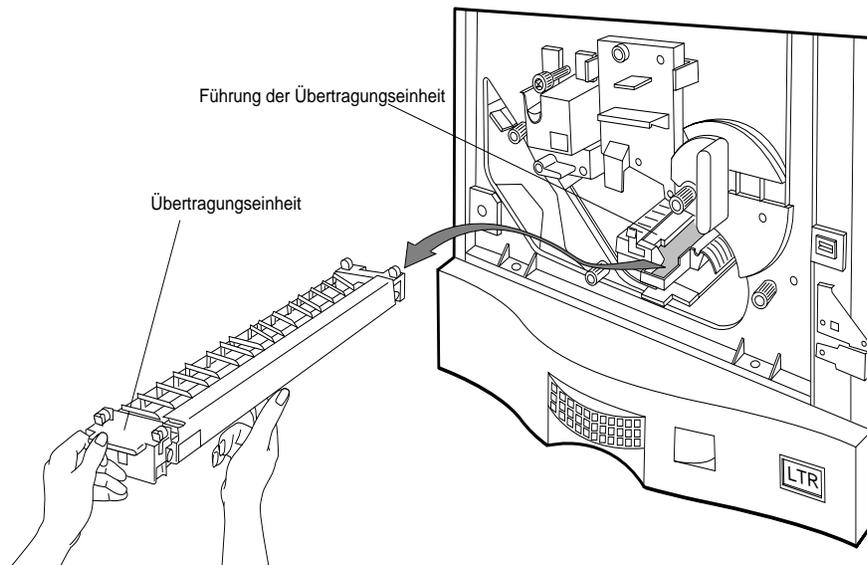

Abbildung A-10 Übertragungseinheit ausbauen
3. Zum Entfernen der Übertragungseinheit müssen Sie die Einheit zunächst hineindrücken und dann noch oben ziehen (siehe Abbildung A-10).